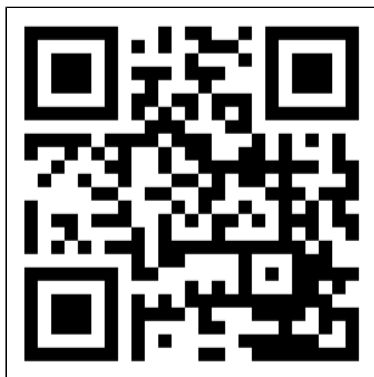

Figure 44.
1. Ouvrez le manuel de l'application Eurom Smart avec le QR-code (Figure 44) ou rendez-vous sur www.eurom.nl/nl/manuals.